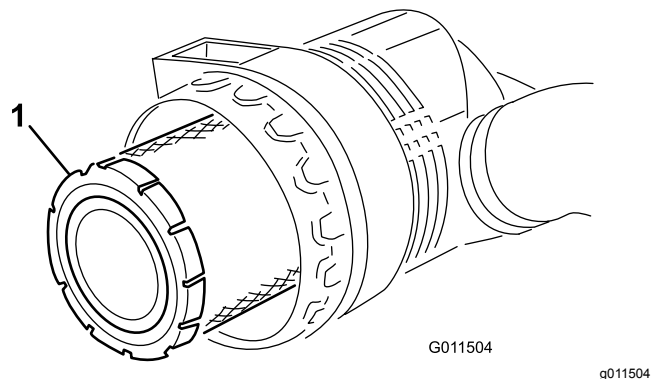

Figura 46
4. Retire o filtro principal (Figura 46).
7. Substitua o filtro principal (Figura 46).